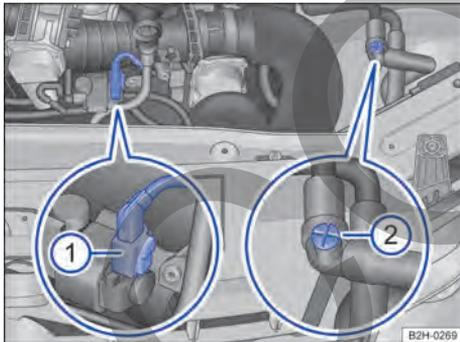

Fig. 185 En el vano motor: conector ①. Válvula de purga manual ②.
4. Gire la válvula de purga manual unas tres vueltas en el sentido contrario al de las agujas del reloj → fig. 185 ②.
6. Desacople el conector situado junto a la varilla de medición del nivel de aceite y fíjelo convenientemente → fig. 185 ①. No vuelva a acoplar el conector hasta que no acuda a un taller especializado.